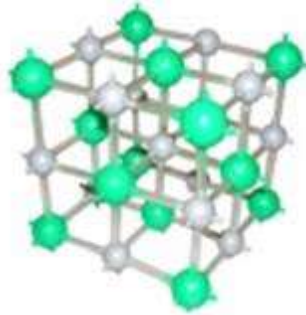

Рис. 2. Пример кристаллической решётки (каменная соль)
*Определение. Кристаллы* – твёрдые тела, у которых наблюдается упорядоченное расположение атомов или молекул (см. рис. 2).